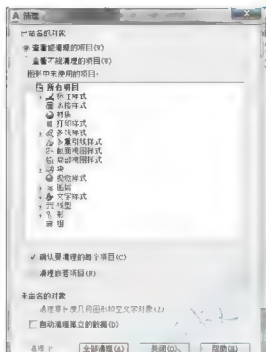

图 5.2 【清理】对话框
(1) 修改图层名称:打开【图层特性管理器】,选中【墙】图层,然后按F2键激活该图层,将【墙】改为【基础墙】,然后再新建【大放脚】图层。
(2) 清理图层:
① 执行菜单栏中的【文件】|【绘图实用工具】|【清理】命令,打开【清理】对话框并展开图层选项,如图5.2所示。
② 清除【基础墙】、【轴线】、【标注】、【大放脚】、【文本】及【辅助】图层之外的其他图层。